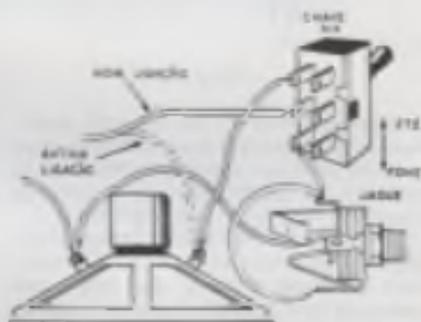

Figura 9
Na figura 9 temos então o circuito para esta adaptação com a chave e o jaque.
b) A seguir, com o jaque e a chave fixados, faça as conexões de acordo com o diagrama da figura 9. Cuidado com os fios para que não sejam excessivamente curtos para não dificultar a remoção da tampa do televisor quando isto se fizer necessário ou excessivamente longos a ponto de prejudicarem o funcionamento do aparelho. (cuidado para não deixar o fio encostar nas partes de alta tensão do televisor).